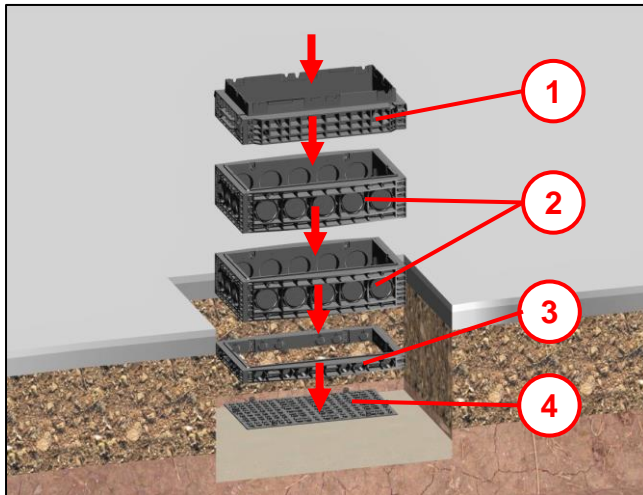
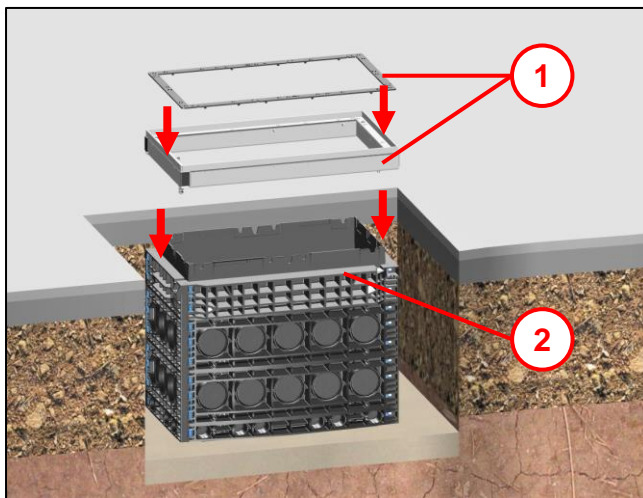

Abb. 14
Abb. 16
- Kompletten Kabelschacht auf Baugrubensohle setzen oder, je nach Lieferart, die Einzelteile des Schachtkorpus aufbauen (siehe Abb. 14 - Abb. 16).